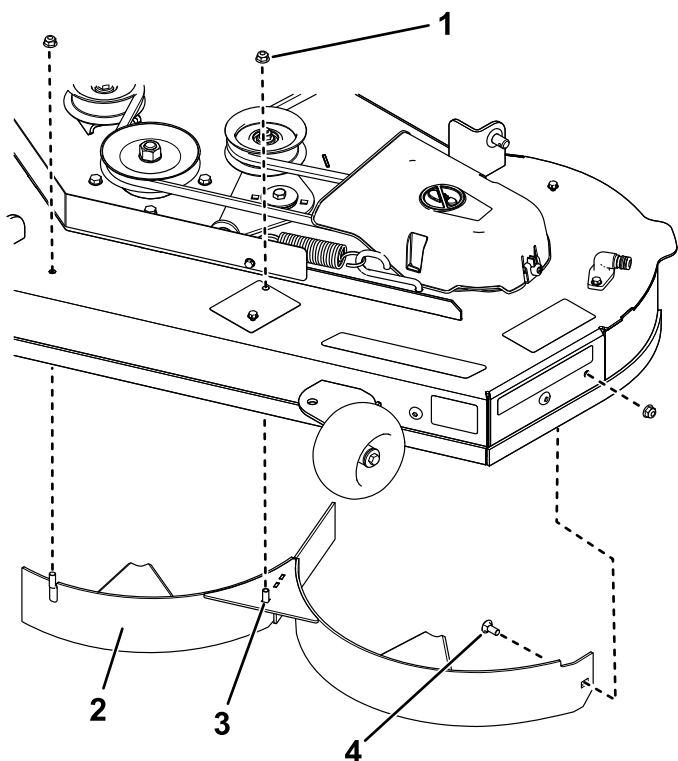

Figure 14
7. Retirez les 2 contre-écrous (5/16") des montants soudés du déflecteur gauche (Figure 14).
8. Retirez le boulon de carrosserie et le contre-écrou qui fixent le déflecteur gauche au plateau, puis déposez le déflecteur (Figure 14).
9. Localisez les 2 boulons dans les pièces détachées et insérez-les, avec les contre-écrous existants, dans les trous du plateau de coupe (voir Figure 14) pour éviter la projection de débris.